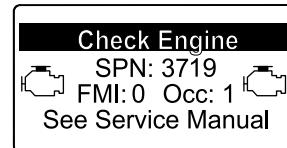

Bild 53
- Wenn eine Wiederherstellung-Regenerierung erforderlich ist, wird im InfoCenter die Motorwarnung SPN 3719, FMI 16 (Bild 53) angezeigt, und der Computer verringert die Motorleistung auf 85 %.